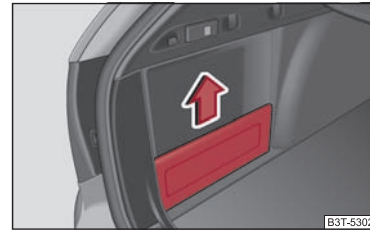

Fig. 120 Compartimentul lateral fără posibilitate de încuiere
- Apucați capacul de partea de sus și scoateți-l cu atenție în sensul indicat de săgeată ⇒ fig. 120.